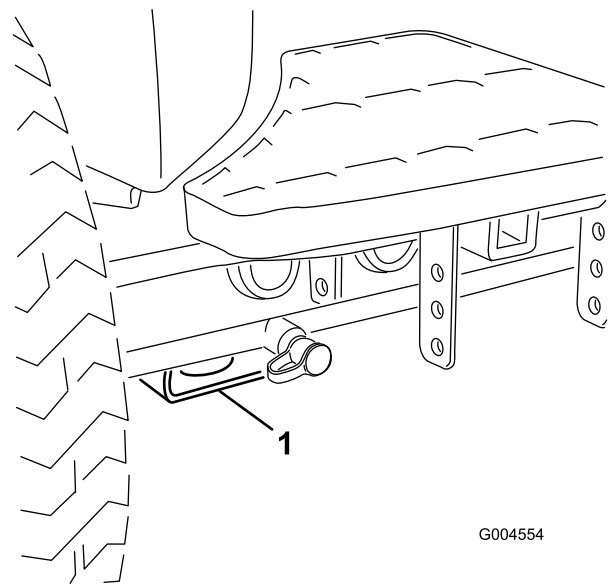

Figure 56
- Avant – patin rectangulaire sous le tube d'essieu, à l'intérieur de chaque roue avant (Figure 56).